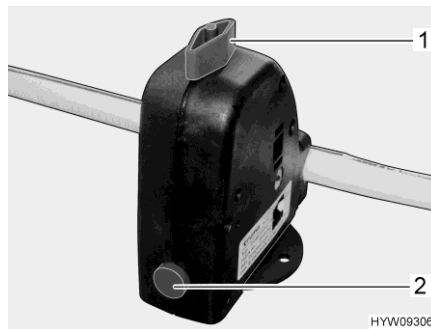

Fig. 107 Válvula de seguridad/purga (caldera)
La caldera está equipada con una válvula de seguridad/purga (Fig. 107). La válvula de seguridad/purga evita que el agua de la caldera se congele cuando no esté conectada la calefacción en caso de helada.
- Cerrar la válvula de seguridad/purga. Para ello, girar el botón giratorio (Fig. 107,1) a la posición transversal en referencia a la válvula de seguridad/purga y hundir el botón (Fig. 107,2).
- Abrir la válvula de seguridad/purga. Para ello, girar el botón giratorio (Fig. 107,1) a la posición longitudinal en referencia a la válvula de seguridad/purga. El botón (Fig. 107,2) salta hacia fuera. La caldera se vacía hacia fuera a través de la válvula de seguridad/purga.